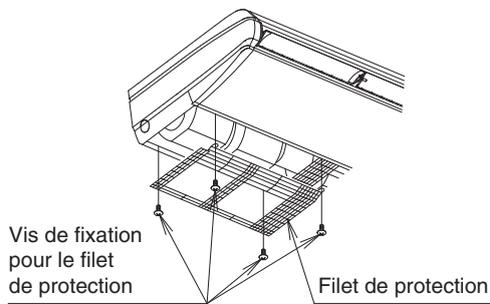
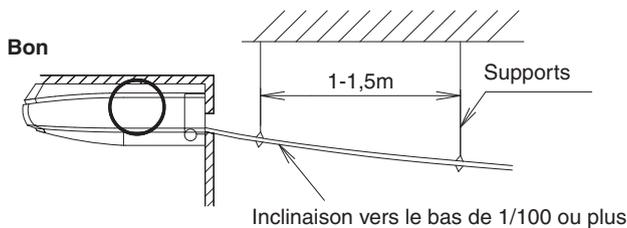
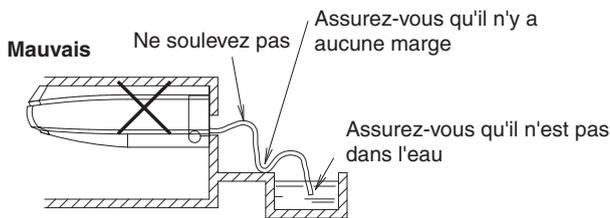

Fig. 22
Fig. 23
Fig. 24
- Lors de la direction de la tuyauterie d'évacuation du côté arrière gauche / côté gauche, retirez le filet protecteur. Puis, retirez le capuchon de la prise d'évacuation et le matériau d'isolation appliqué sur la prise d'évacuation gauche et appliquez-le sur la prise d'évacuation droite. En même temps, insérez le bouchon de la prise d'évacuation tout le long afin d'empêcher une fuite d'eau. Après avoir installé le tuyau d'évacuation (1) (accessoire), fixez le filet protecteur en inversant les étapes pour le retirer. **(Reportez-vous à la Fig. 22)**
- Sélectionnez le diamètre de tuyauterie égal ou supérieur à celui du tuyau d'évacuation (1) (accessoire) (tuyauterie en polychlorure de vinyle, diamètre nominal de 20 mm, diamètre externe de 26 mm).
- Installez la tuyauterie d'évacuation aussi court que possible avec une inclinaison vers le bas de 1/100 ou plus en évitant la stagnation d'air. **(Reportez-vous à la Fig. 23 et Fig. 24)**
- Installez des supports à une distance de 1 à 1,5 m de manière à ce que la tuyauterie ne puisse pas dévier. **(Reportez-vous à la Fig. 23)**